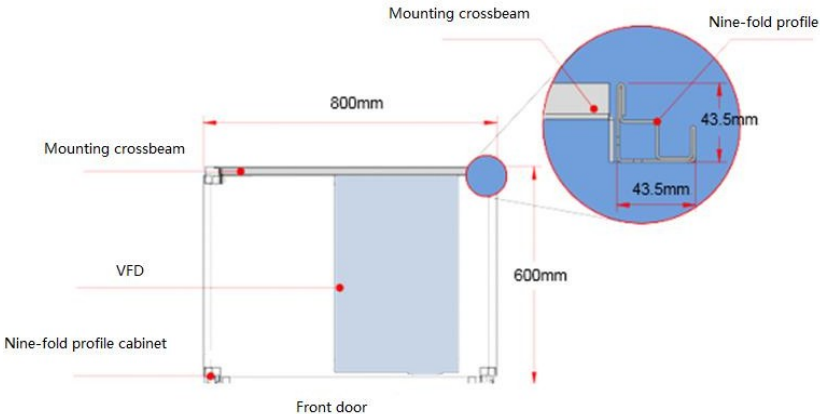

Figura 4-11 Vista superior da montagem de um VFD GD270 280-500kW em um gabinete
1	Monte a viga transversal para a fixação do VFD no gabinete de perfil de nove dobras. (Consulte a Figura 4-11.)
- (1) O gabinete de perfil de nove dobras (gabinete PS) é recomendado. A Figura 4-11 mostra a vista ampliada da seção transversal do perfil de nove dobras.